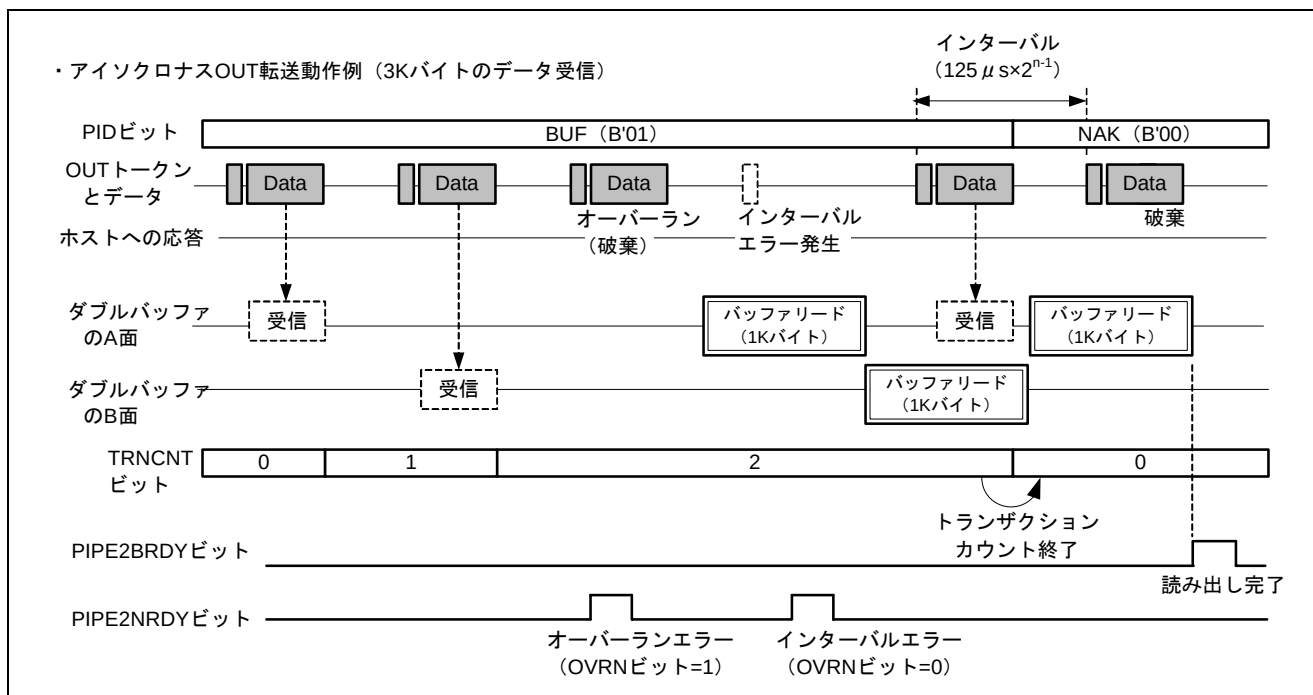

図14 アイソクロナス OUT 転送の動作例
表 2 にパイプ 2 を使用したアイソクロナス OUT 転送の設定例を、図 14 に表 2 の設定値で転送を行った場合の動作例を示します。ダブルバッファに加え、トランザクションカウンタを有効にしています。また DMA 転送を有効活用するため BRDY 割り込みをデータ読み出し完了時に設定します。設定項目の詳細については、以下の (1) ～ (9) を参照してください。